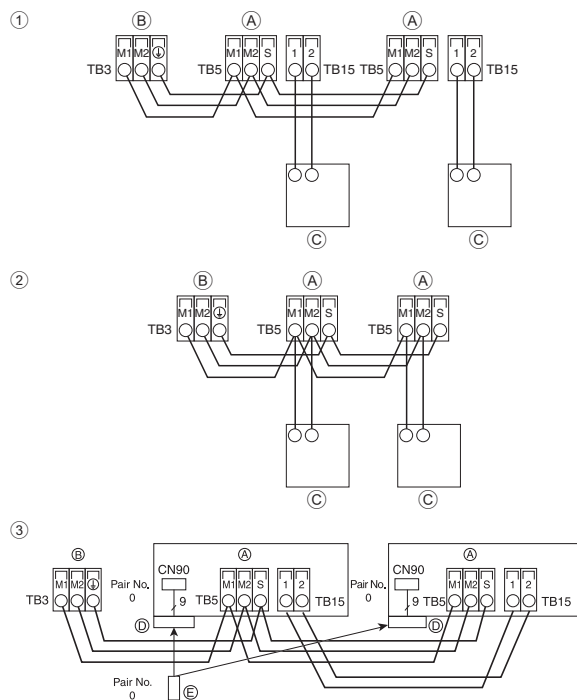

Fig. 6-3
6.4. Raccordement des câbles de la commande distance et des câbles de transmission intérieurs et extérieurs (Fig. 6-3)